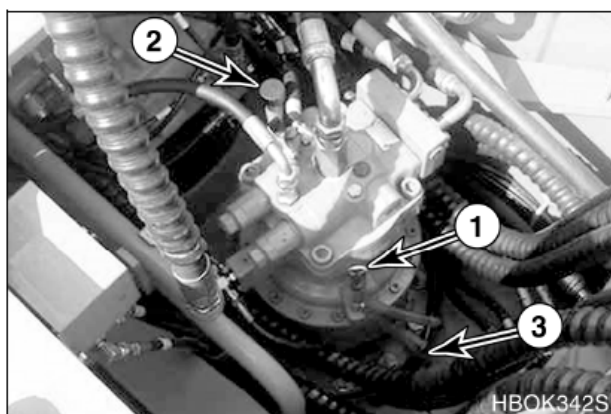

Рис. 20
1. Используя щуп (1, рис. 20), проверить уровень масла в механизме редуктора поворота.
3. При необходимости через сапун/заливное отверстие (2, рис. 20) долить масло до нормального уровня.
4. Если уровень масла превышает отметку **"H"** на щупе, ослабить заглушку сливного отверстия (с, рис.20) и слить излишек масла в соответствующую емкость.